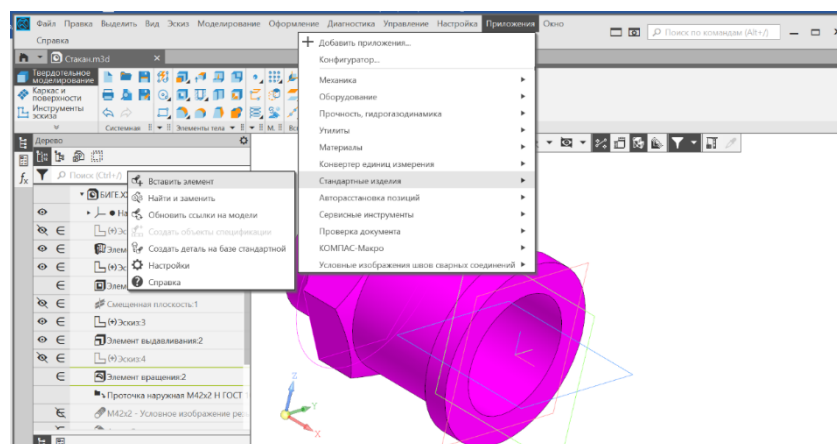

Рис. 11 Расположение библиотеки стандартных изделий
- **Палитра – Стандартные изделия – Вставить элемент (рис. 11).**